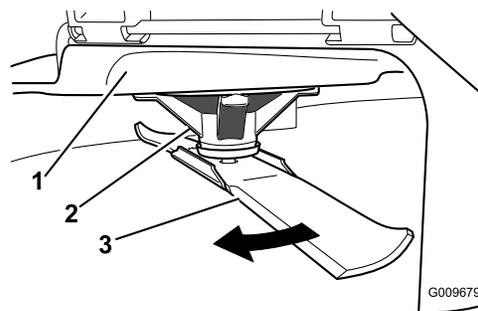

Bild 49
2. Tragen Sie dicke Handschuhe oder andere angemessene Handschuhe und drehen Sie das Messer, das Sie messen möchten, langsam in eine Stellung, in der das Messen des Abstands zwischen der Schnittkante und der ebenen Fläche der Maschine möglich ist (Bild 49).